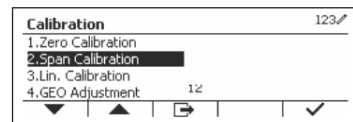

Figure 7
5. Pour quitter la sélection « Zero calibration » (Étalonnage zéro), appuyez sur le bouton multifonction correspondant à l'icône ✓. (Voir Figure 7)